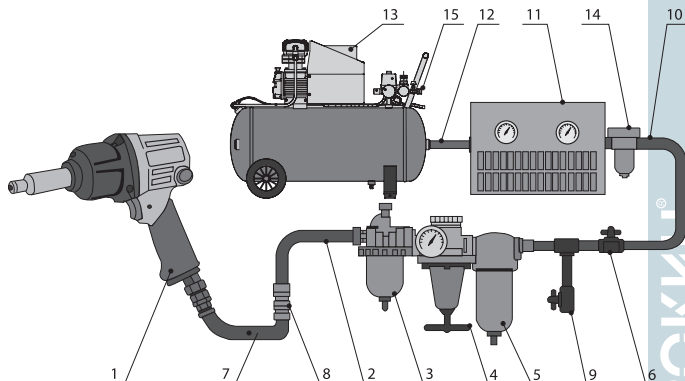

Рисунок 3 – Подключение пневматики
1. Рекомендуется подключать пневмогайковёрт к системе подачи сжатого воздуха, состоящей из компонентов, указанных на схеме рис. 3.